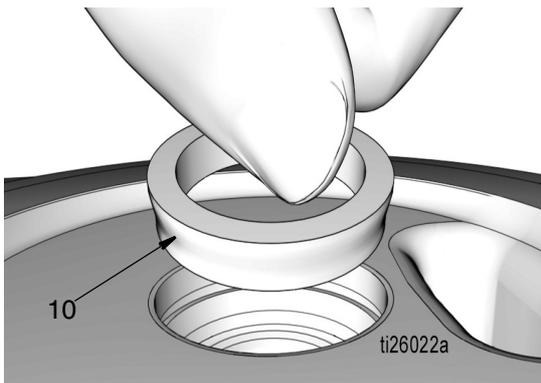

FIG. 37
- i. Inserire il distanziale conico (10), con il lato conico rivolto verso il basso come mostrato in FIG. 37.